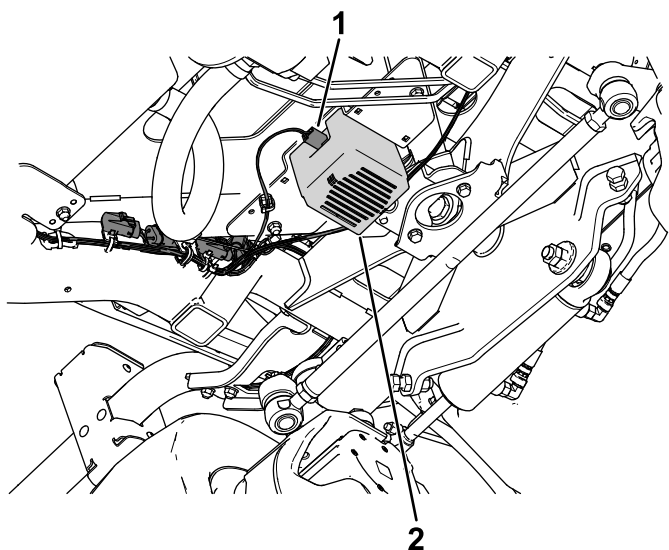

Figura 29
5. Instradate il connettore del cablaggio preassemblato con l'etichetta HORN (P13) verso l'avvisatore acustico. Collegate il cablaggio all'avvisatore acustico (Figura 29).